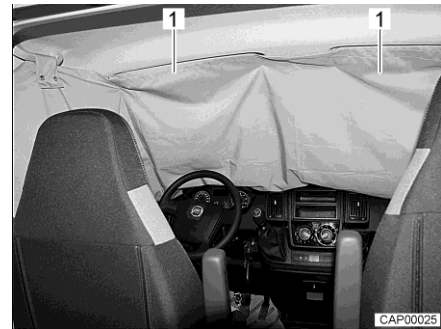

Fig. 17 Oscurante per cabina di guida sul parabrezza
- Fare scorrere le custodie (Fig. 17,1) dell'oscurante per cabina di guida sopra a entrambi i parasole.